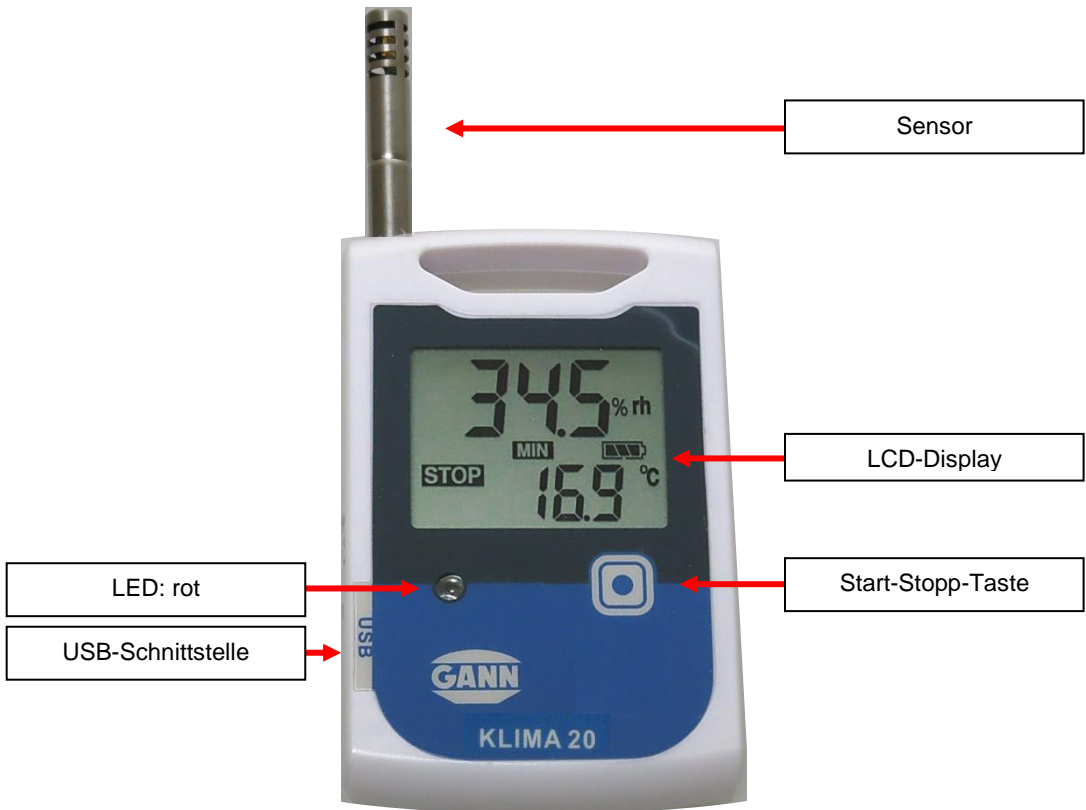

Abbildung 1-1 Geräteaufbau und Tastenbelegung Klima 20
2.3 Funktion & Bedienung der Tasten (Abbildung 1-1 / 1-3)